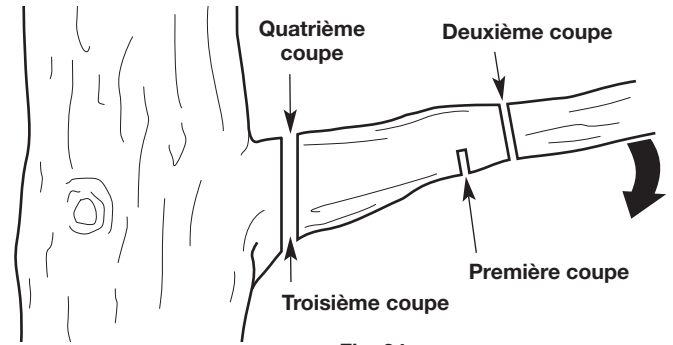

Fig. 24
1. Faites la première coupe à environ 15 cm (6 po) du tronc de l'arbre. Coupez vers le haut, à partir de la face inférieure de la branche. Utilisez le haut de la barre de guidage pour faire de cette coupe. Coupez jusqu'au tiers du diamètre de la branche (Fig. 24).
2. Faites la deuxième coupe de 5 à 10 cm (2 à 4 po) plus loin sur la branche. Coupez vers le bas, à partir de la face supérieure de la branche. Utilisez le bas de la barre de guidage pour faire de cette coupe. Coupez complètement la branche (Fig. 24).
3. Faites la troisième coupe aussi près du tronc d'arbre que possible. Coupez vers le haut, à partir de la face inférieure de la souche. Utilisez le haut de la barre de guidage pour faire de cette coupe. Coupez jusqu'au tiers du diamètre de la branche (Fig. 24).
4. Faites la quatrième coupe directement au-dessus de la troisième coupe. Coupez vers le bas, à partir de la face supérieure de la souche. Utilisez le bas de la barre de guidage pour faire de cette coupe. Coupez complètement la branche afin d'aller rejoindre la troisième coupe (Fig. 24). Cela supprimera la souche.